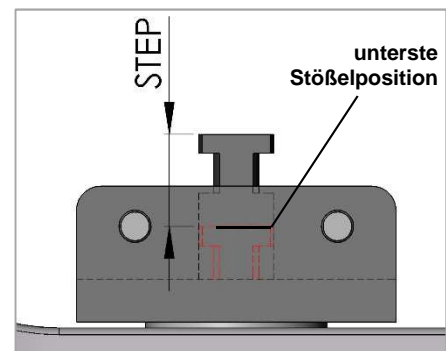

Abb. 7.6
- + Betätigen Sie nun den Drucktaster rechts/links und gleichzeitig den Fußschalter und halten Sie diese gedrückt, bis der volle Arbeitszyklus beendet ist. Der Stößel steht jetzt in der untersten Position (Abb. 7.6).